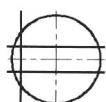

图 1.1.18 绘制构造线
(1) 绘制图 1.1.18 所示的垂直构造线。选择下拉菜单 **绘图(D)** → **构造线(T)** 命令，在命令行中输入字母 O (即“偏移”选项)并按 Enter 键，输入偏移距离值 23.5 后按 Enter 键，选取 Step1 所绘制的垂直中心线为偏移参照，在垂直中心线左侧的空白区域单击以确定偏移方向，按 Enter 键结束命令。
(2) 参照步骤(1)中的方法，绘制图 1.1.18 所示的两条水平构造线。选择下拉菜单 **绘图(D)** → **构造线(T)** 命令，将水平构造线分别向上和向下偏移，偏移距离值为 8。